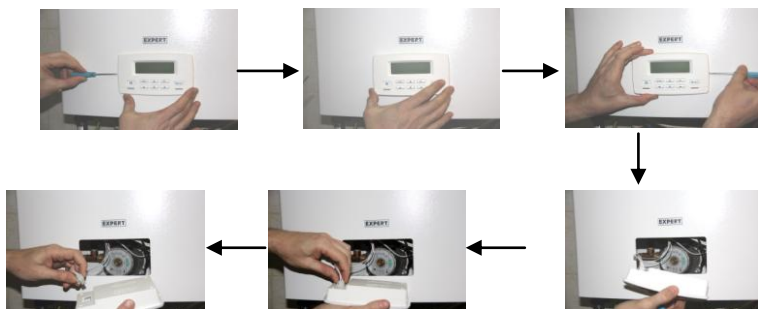

Рисунок 2
4.3 Для подключения прибора и ремонтно-профилактических работ необходимо снять панель лицевую (2) с кожуха (1). Для этого необходимо предварительно снять блок управления (3). Порядок отсоединения блока управления показан на рис. 2.